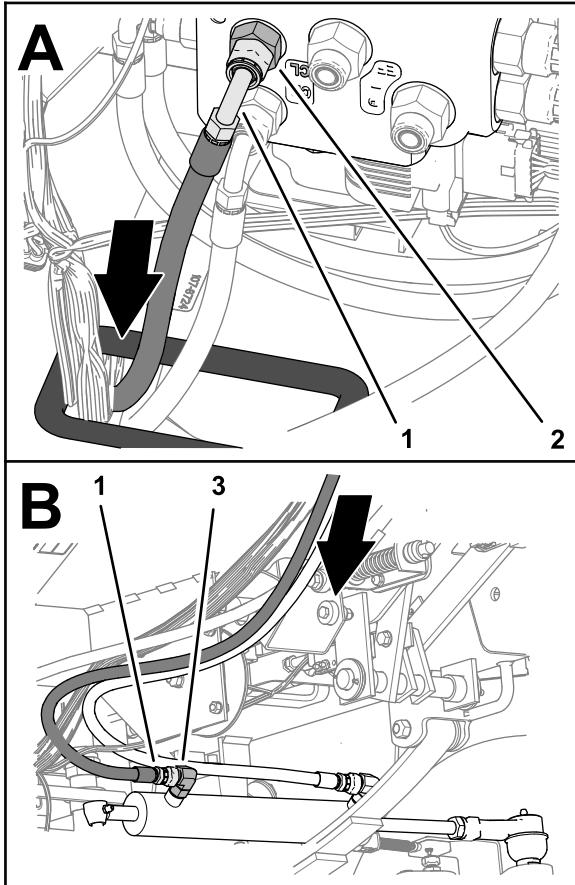

Bild 121
6. Führen Sie das Ende des Schlauchs 6 x 1270 mm mit dem geraden Anschluss durch die Tülle in der Bodenplatte (Bild 121).
7. Montieren Sie das 90°-Anschlussstück des Schlauches 6 x 1270 mm auf das Anschlussstück des Anschluss CL des EHI-Lenkventils (Bild 121).
8. Montieren Sie das gerade Anschlussstück des Schlauches 6 x 1270 mm auf das 90°-Anschlussstück des Anschlusses zum Ausfahren des Lenkzylinders und ziehen Sie beide Schlauchanschlussstücke fest (Bild 121).